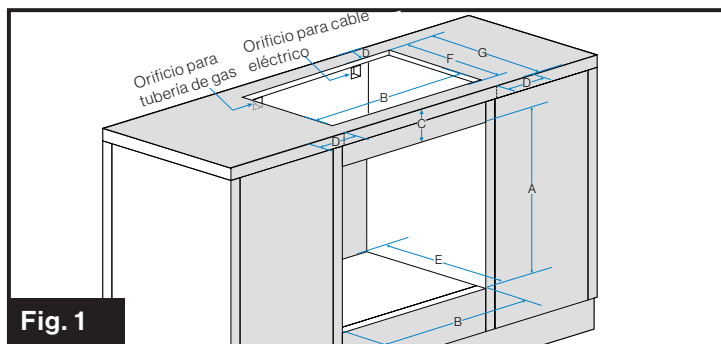

Fig. 1
**NOTA:** Cuando utilice este electrodoméstico junto con un anafe a gas o un anafe de inducción Furrion, asegúrese de que la ubicación del orificio del armario respete la separación mínima de cualquier material combustible (distancias de separación mínimas de materiales combustibles: 2 pulgadas desde los lados atrás, izquierdo y derecho (vea la dimensión D en la fig. 1) y 30 pulgadas desde la parte superior si se instala un anafe). Cuando planifique la ubicación, tenga en cuenta las cortinas u otros materiales combustibles a instalar cerca del horno.
## Horno a gas con anafe eléctrico o a gas (fig. 1)